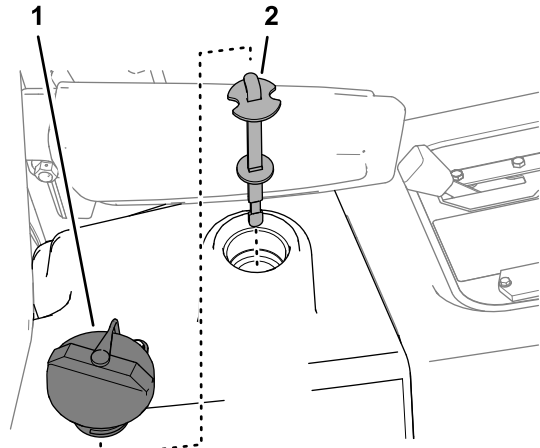

Figura 60
5. Compruebe el nivel del fluido en el depósito hidráulico (Figura 60) y añada el fluido que sea necesario; consulte el procedimiento de Verificación del sistema hidráulico del manual del operador de la máquina.